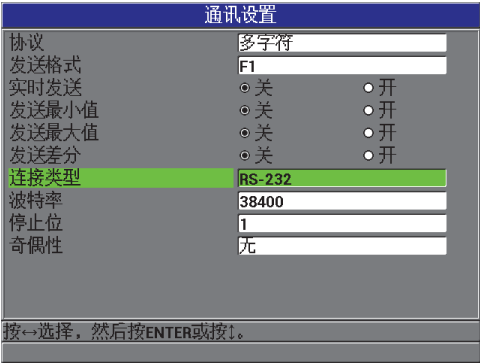

图 8-3 通讯设置屏幕 — RS-232
4. 在**通讯设置**屏幕上 (参见第 129 页的图 8-3), 将**连接类型**设置为 **RS-232**, 以显示 RS-232 参数。